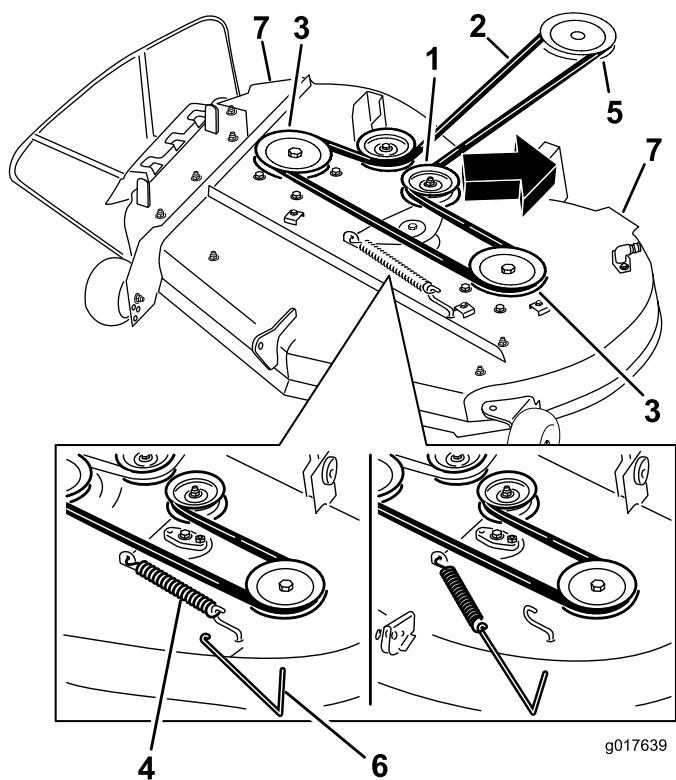

Figura 66
5. Usando una herramienta para la retirada de muelles (Pieza Toro N° 92-5771), retire el muelle tensor del gancho de la carcasa para eliminar la tensión de la polea tensora, y retire la correa de las poleas (Figura 66).
6. Pase la correa nueva alrededor de las poleas del motor y del cortacésped (Figura 66).
7. Usando una herramienta para la retirada de muelles, instale el muelle tensor sobre el gancho de la carcasa y tense la polea tensora y la correa del cortacésped (Figura 66).